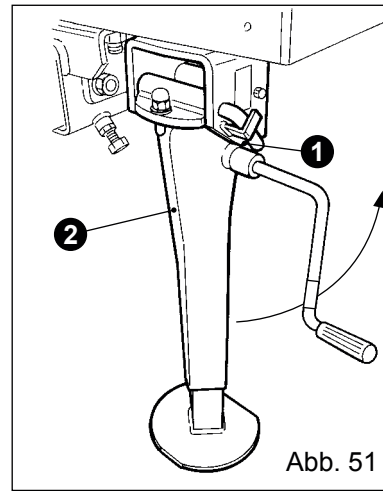

Abb. 51
- Ziehen Sie den Sperrstecker (1) heraus und kippen Sie den Fuß (2) zur Rückseite der Maschine (Abb. 51).